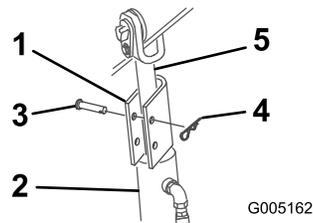

Рисунок 20
4. Опустите замок гидроцилиндра на шток каждого гидроцилиндра подъемного устройства (Рисунок 20).
5. Закрепите каждый замок гидроцилиндра при помощи шплинтуемого штифта и шплинта (Рисунок 20).